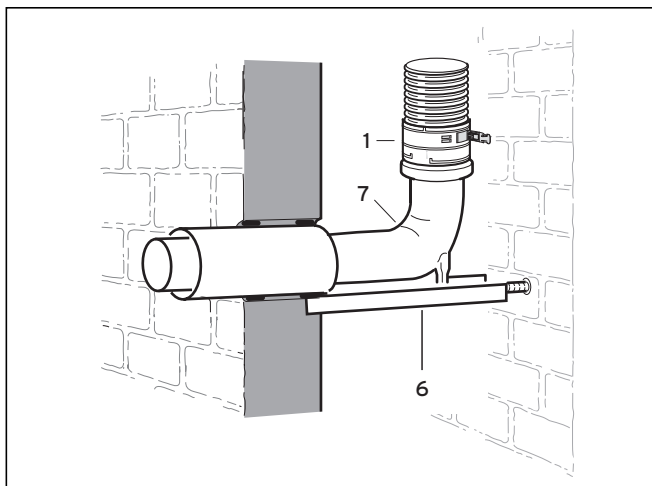

Рис. 4.31 Концентрическое подключение к гибкому дымоходу
- Установите концентрический шахтный патрубок, как показано на рис. 4.31.